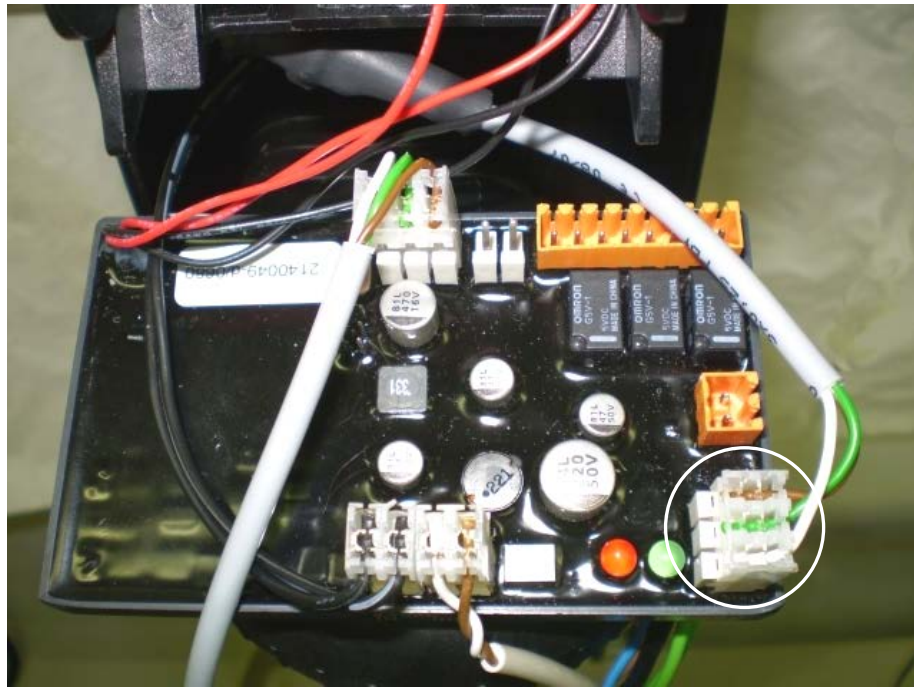
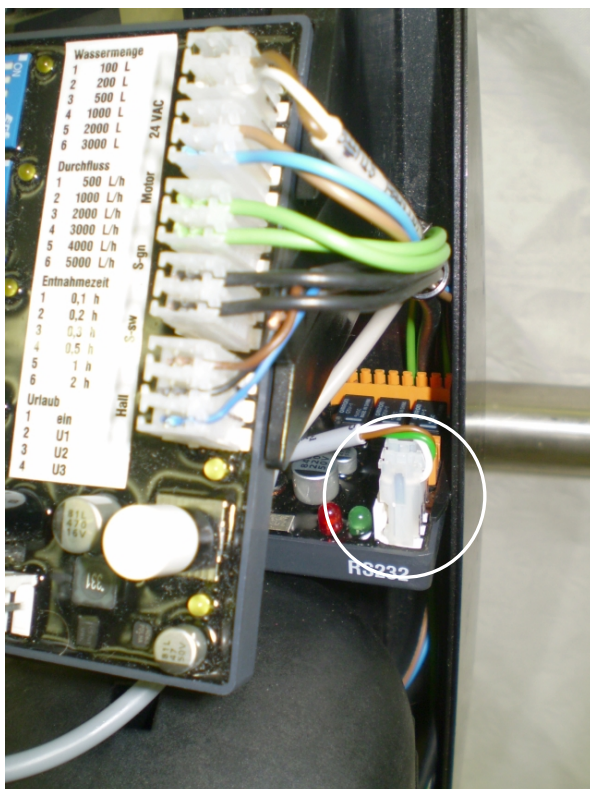
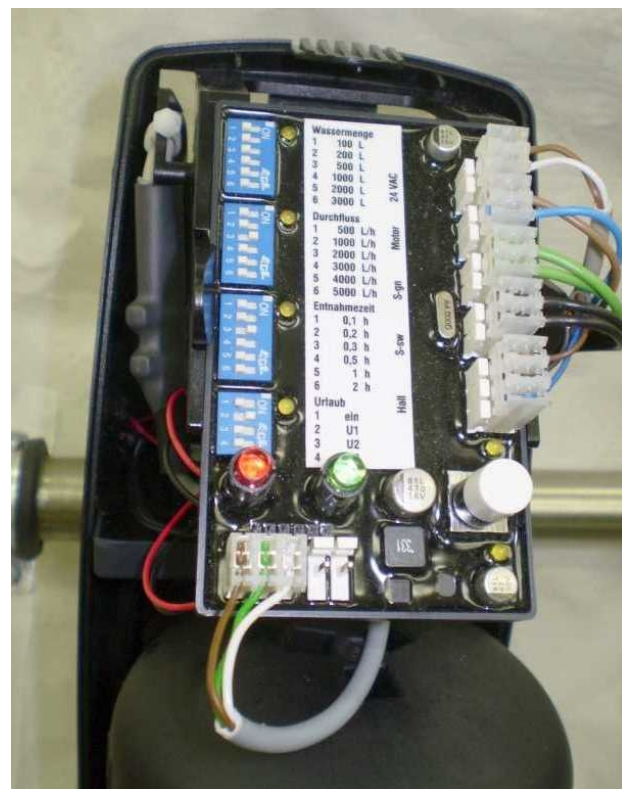

Abb. 3:
Abb. 4:
Abb. 5:
- 3-poligen Stecker des RS-232 Verbindungskabels wie in Abb. 3 und Abb. 4 dargestellt auf die 3-polige Stiftleiste des Notstrommoduls stecken.
- Elektrische Schaltung in die Halterung setzen und einrasten (siehe Abb. 4 und Abb. 5).